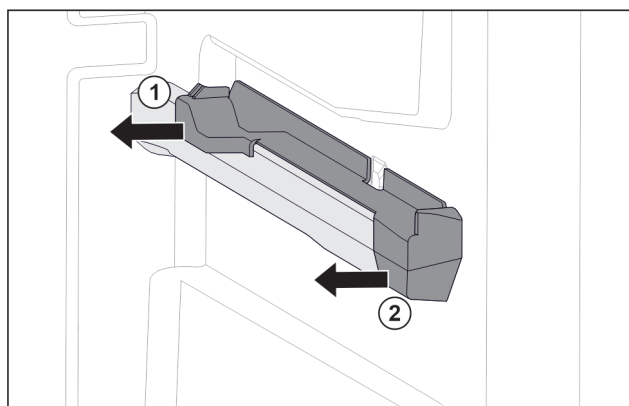

Fig. 96 Вставная часть на правом контейнерном ребре
- ▶ Отодвиньте вставную часть сзади в сторону. Fig. 96 (1)
- ▶ Отодвиньте вставную часть спереди в сторону. Fig. 96 (2)